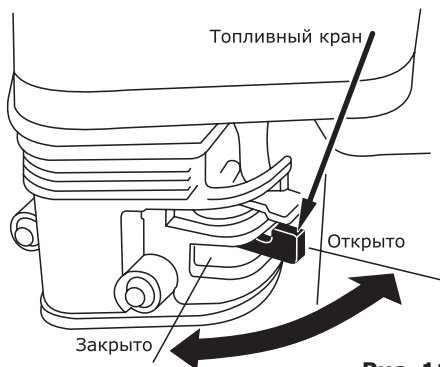
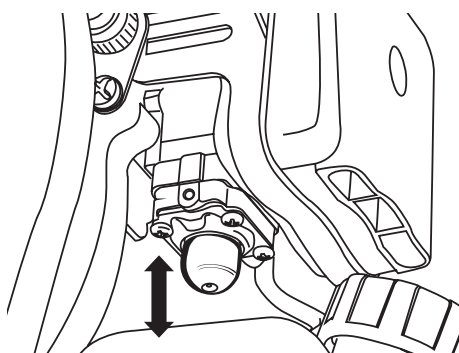

Рис. 11
Рис. 12
- Поверните топливный кран в положение «Открыто» (рис. 11), для двухтактных МПБ-140 2Т, МПБ-250 2Т необходимо подкачать топливо подкачивающим насосом (рис. 12).